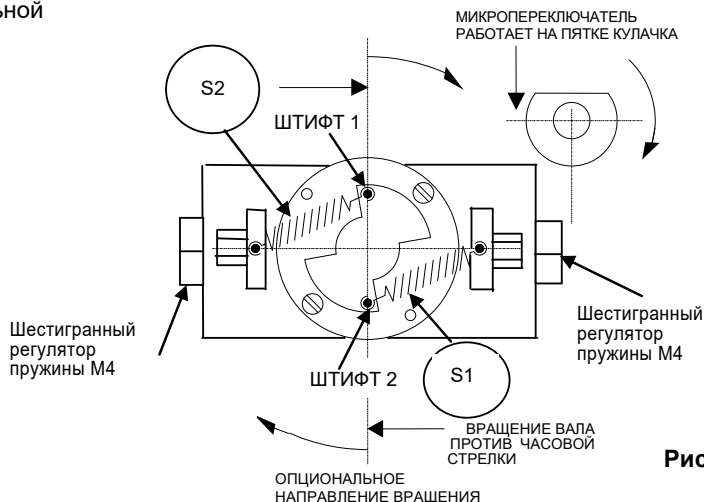

Рис. 4
Регулировка уставок (Модель 131) (См. Рис. 4):
Изменение направления потока (Модель 131) (См. рис. 4, 5):
Если рабочее направление потока установлено неверно, это можно изменить на месте следующим образом (см. рис. 4 и 5):
2. Снимите два винта M3 и переставьте плату P как показано на Рис. 4.